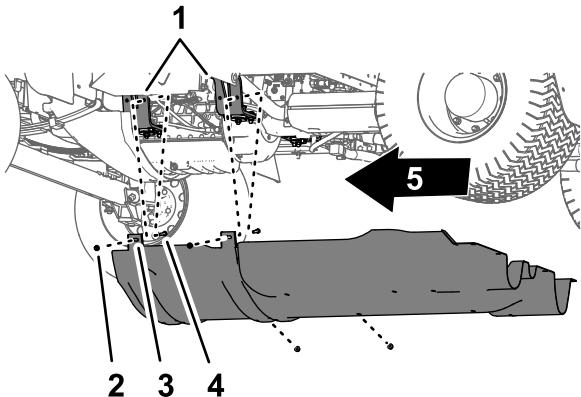

図9
キャリッジボルトのフランジロックナット5/16"4個を取り外す図9。
4. キャリッジ下シュラウドを機体から取り外す図8と図9。